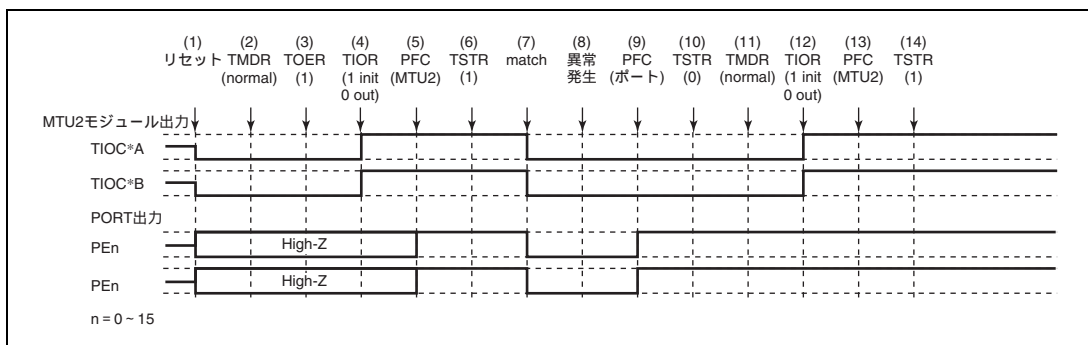

図 12.115 ノーマルモードで異常が発生し、ノーマルモードで復帰する場合
ノーマルモードで異常が発生し、再設定後ノーマルモードで再スタートする場合の説明図を図 12.115 に示します。
(1) ~ (10) は図 12.115 と共通です。
(11) PWM モード 1 を設定します。
(12) TIOR で端子を初期化してください (PWM モード 1 では TIOC*B 側は初期化されません。初期化したい場合はノーマルモードで初期化した後、PWM モード 1 に遷移してください)。
(13) 汎用入出力ポートで本モジュール出力としてください。
(14) TSTR で再スタートします。
(11) PWM モード 2 を設定します。
(12) TIOR で端子を初期化してください (PWM モード 2 では周期レジスタの端子は初期化されません。初期化したい場合にはノーマルモードで初期化した後 PWM モード 2 に遷移してください)。
- (1) ~ (10) は図 12.115 と共通です。
- (11) 位相計数モードを設定します。
- (12) TIOR で端子を初期化してください。
- (13) 汎用入出力ポートで本モジュール出力としてください。
- (14) TSTR で再スタートします。
(11) TIOR でノーマルモードの波形生成部を初期化してください。
(12) TIOR でノーマルモードの波形生成部の動作を禁止してください。
(13) TOER でチャンネル 3、4 の出力を禁止してください。
(14) TOCR で相補 PWM の出力レベルと周期出力の許可禁止を選択してください。
(15) 相補 PWM を設定します。
(16) TOER でチャンネル 3、4 の出力を許可してください。
(17) 汎用入出力ポートで本モジュール出力としてください。
(18) TSTR で再スタートします。
- (1) ~ (13) は図 12.115 と共通です。
- (14) TOCR でリセット同期 PWM の出力レベルと周期出力の許可禁止を選択してください。
- (15) リセット同期 PWM を設定します。
- (16) TOER でチャンネル 3、4 の出力を許可してください。
- (17) 汎用入力ポートで本モジュール出力としてください。
- (18) TSTR で再スタートします。